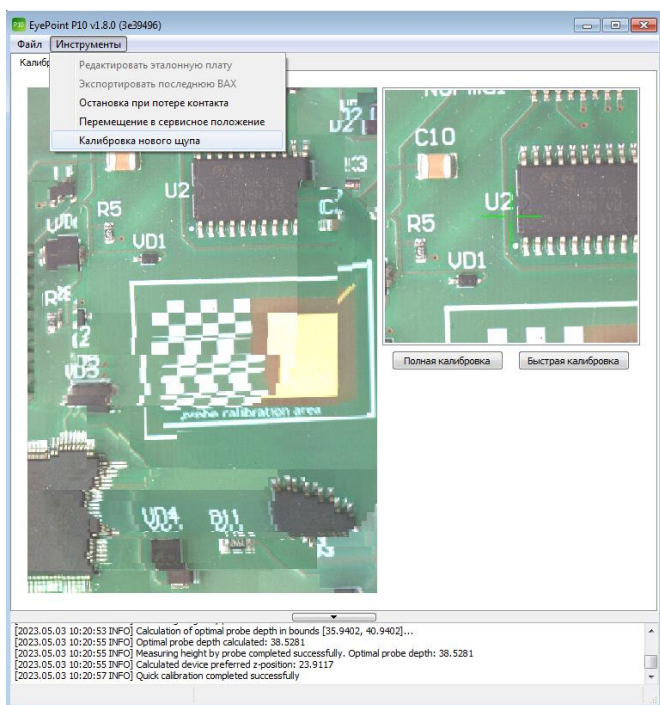

Рисунок 11. Внешний вид окна ПО EyePoint P10b при проведении калибровки нового щупа.
5. Запустите процесс калибровки щупа, выбрав в главном меню программы «Инструменты» → «Калибровка нового щупа» (Рисунок 11).